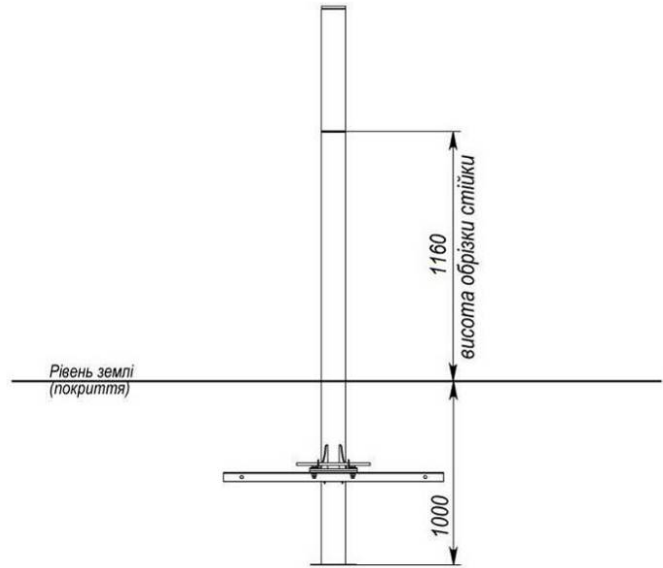

Рисунок 2
2. Розмітити та обрізати стійку згідно розміру (рис.2.)